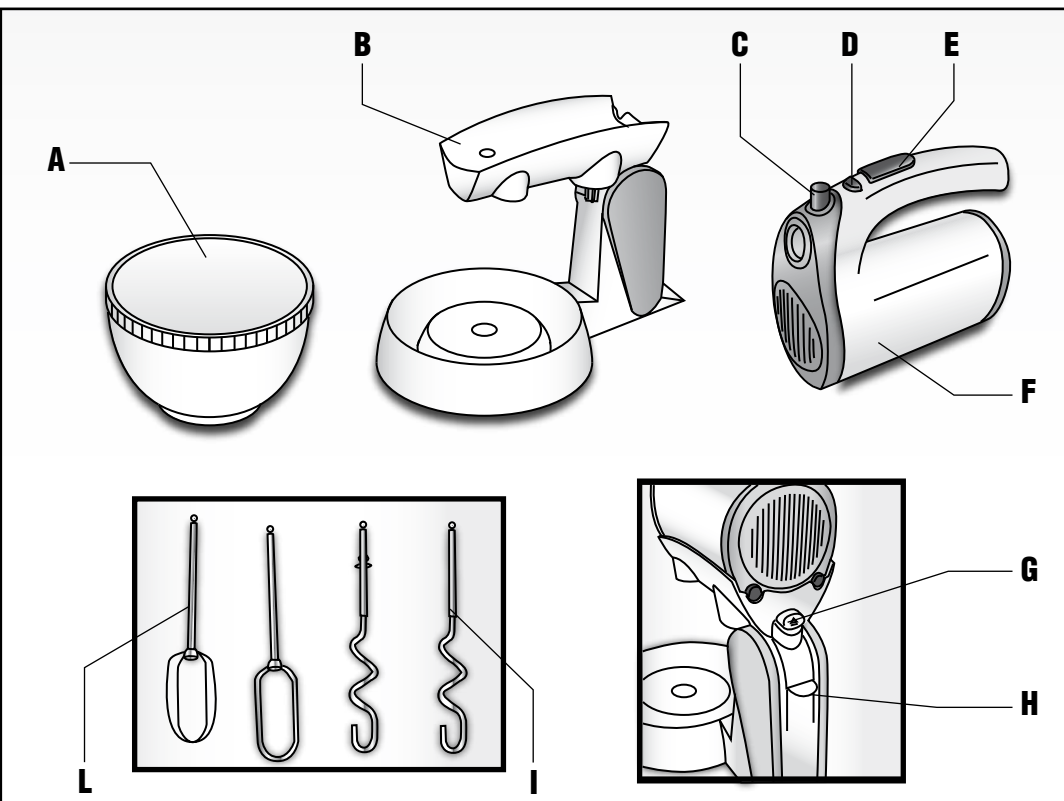

Fig. 1
### DESCRIPTION DE L'APPAREIL (FIG. 1)
### BESCHREIBUNG DES GERÄTS (ABB. 1)
**DESCRIPCION DEL APARATO (FIG. 1)**
**DESCRIÇÃO DO APARELHO (FIG. 1)**